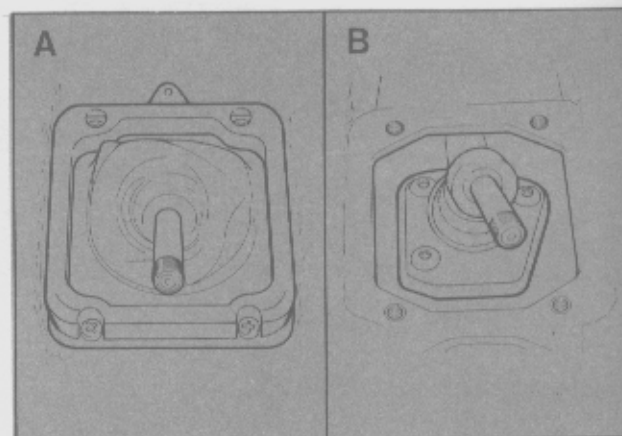

Fig. 1 - Desmontaje de la palanca de cambios.
- Retirar los tornillos de fijación y desmontar el retén y el guardapolvo interior de la palanca de cambios (Fig. 1).
- Extraer los tres tornillos que sujetan la palanca selectora y desmontarla (Fig. 1).
- Retirar la tapa de la caja, girar la misma 180° y drenar el lubricante (Fig. 1).